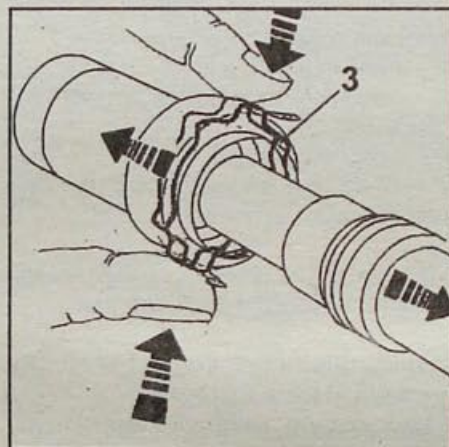

Рис. 1.96. Нажатие деформируемого кольца осевой блокировки (3) при разъединении быстроразъемного соединения
- Чтобы разъединить штуцера, нажмите на скобы кольца (3, рис. 1.96) и одновременно потяните шланги в стороны для разъединения.